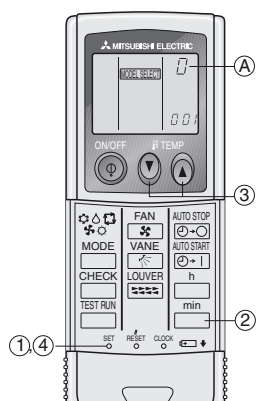

Fig. 1-6
4) Attribuer une télécommande à chaque unité (Fig. 1-6)